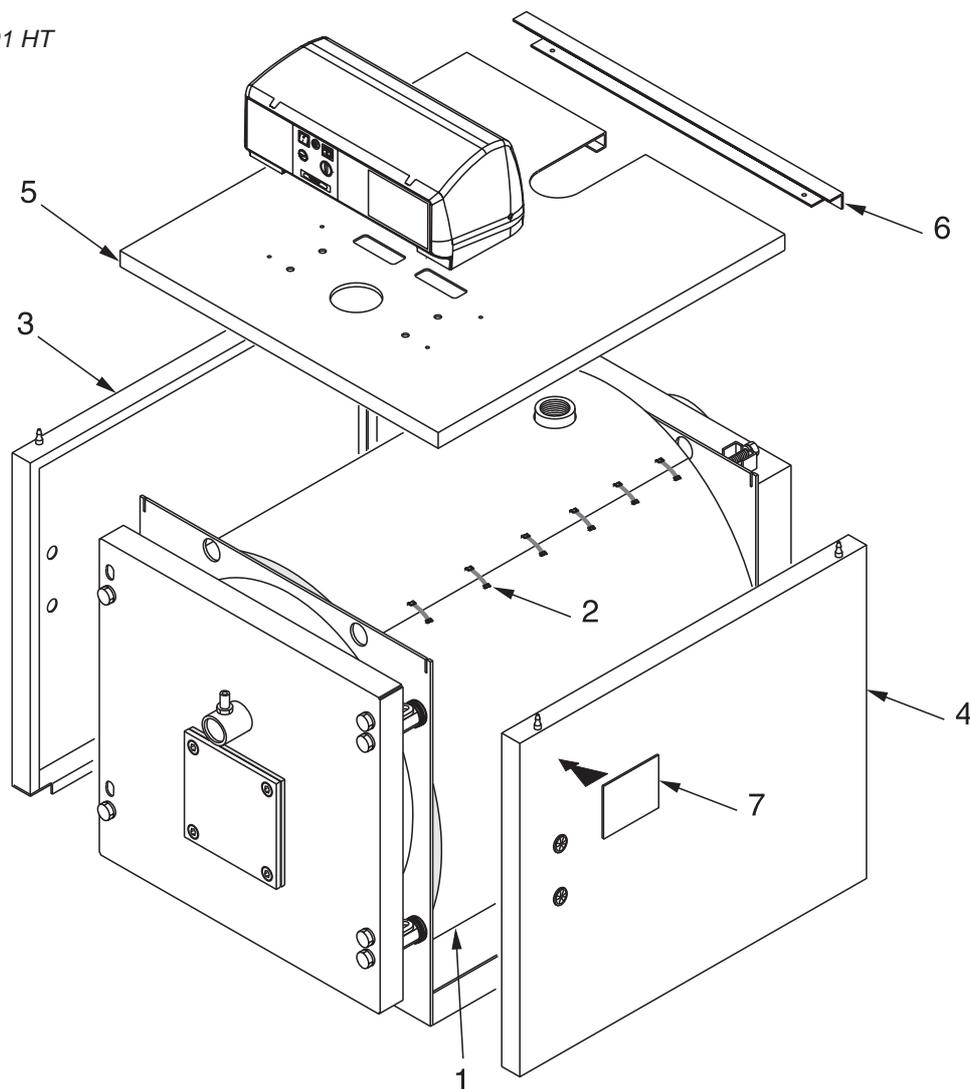

рис. 8
Линии подачи и обратки отопления должны подключаться к фитингам котла как указано на рис. 8.
N.B. Для моделей от **MD 64 HT** до **MD 291 HT** (см. рис. 8 и 9), обшивка и теплоизоляция находятся в одной упаковке маркированной:
Последовательность монтажа (см. рис. 8 и 9)